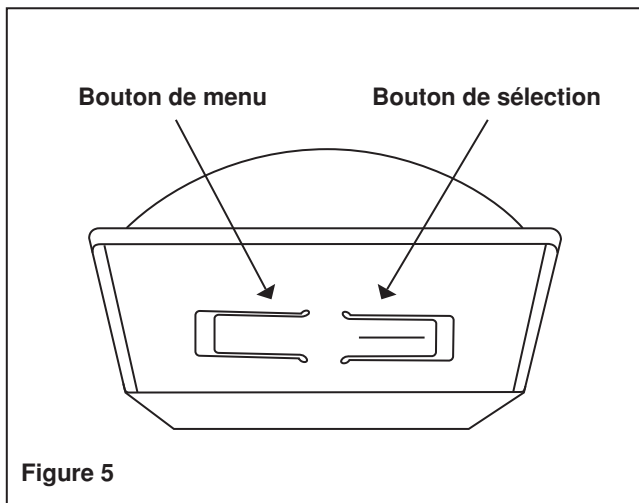

Figure 5
2. Appuyer une fois sur le bouton de menu se trouvant sous le détecteur pour envoyer un télégramme radio d'association ou de dissociation (**figure 5**). **REMARQUE :** Les boutons du détecteur ne servent qu'à des fins d'association/de dissociation et de vérification. Les délais sont programmés au niveau du transepteur auquel le détecteur est associé.